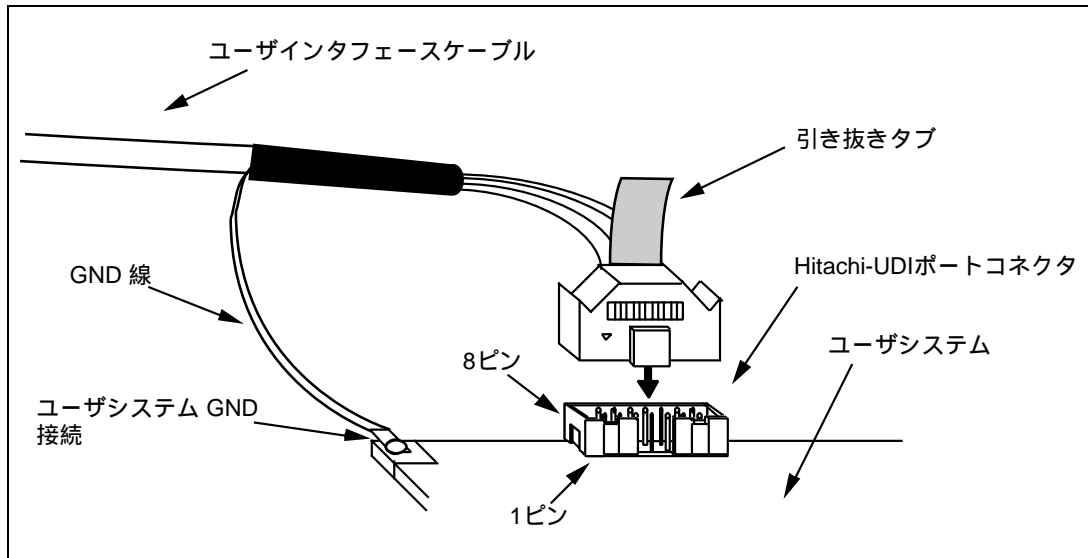

図 2.4 14 ピンストレートタイプコネクタ使用時のユーザシステム側のユーザインタフェースケーブル接続方法
- (2) ユーザインタフェースケーブルコネクタの信号TDOは、Hitachi-UDIポートコネクタのTDIに、ユーザインタフェースケーブルコネクタの信号TDIはHitachi-UDIポートコネクタのTDOに接続できるよう、Hitachi-UDIポートコネクタのピン配置には注意してください。Hitachi-UDIポートコネクタのピン配置は「6.2 Hitachi-UDIポートコネクタのピン配置」を参照してください。
- (3) 14ピンストレートタイプコネクタ使用時のユーザインタフェースケーブルの接続方法を図2.4に示します。ケーブルのGND線はユーザシステムのGNDに接続してください。また、GNDにネジ止めする場合は 3 (mm) のネジを用意してユーザシステムのGNDに接続してください。